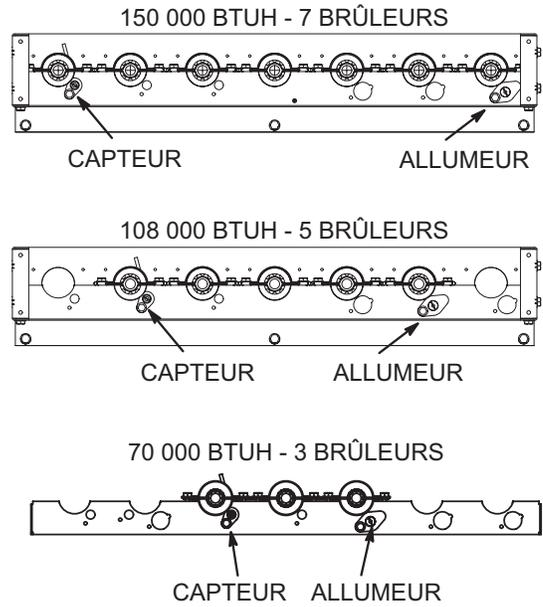
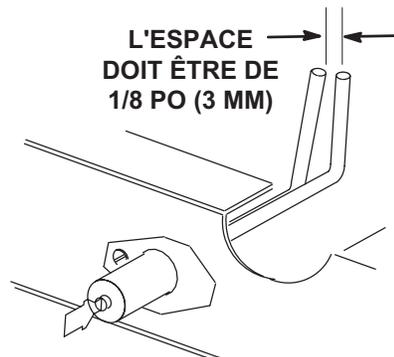
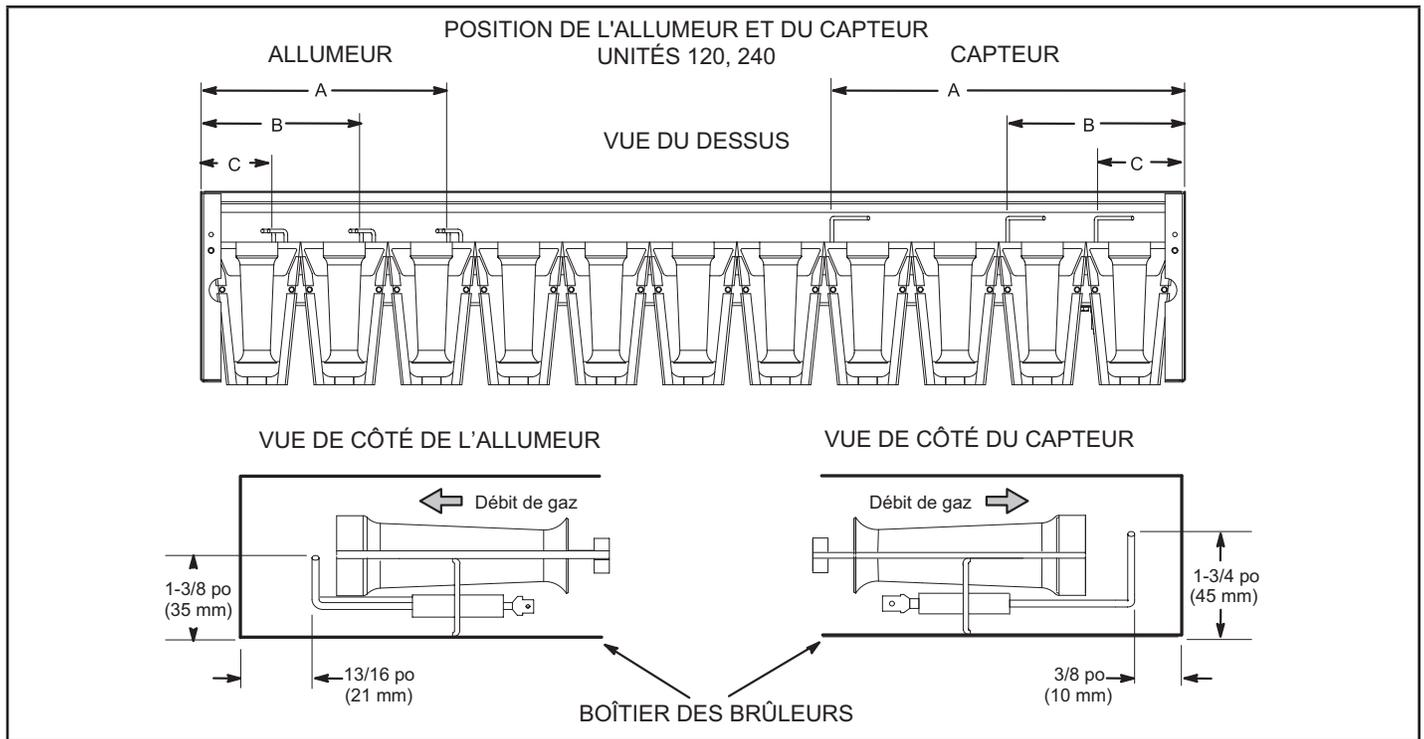

FIGURE 60
FIGURE 61
FIGURE 62
- 5 - Localiser l'allumeur sous le brûleur droit pour les unités 036 et 060. Voir FIGURE 60. Localiser l'allumeur sous le brûleur gauche pour les unités 120 et 240. Voir FIGURE 62 et TABLEAU 41. Utiliser des jauges d'épaisseur pour vérifier l'écartement des électrodes comme indiqué à la FIGURE 61.